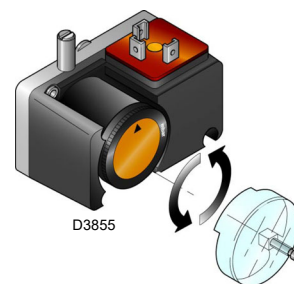

Fig. 35
- Régler le pressostat pour le contrôle d'étanchéité (kit PVP)(Fig. 35 à la page 39) selon les instructions fournies avec ledit kit.
Régler le pressostat pour le contrôle d'étanchéité (kit PVP) (Fig. 35) selon les instructions fournies avec ledit kit.